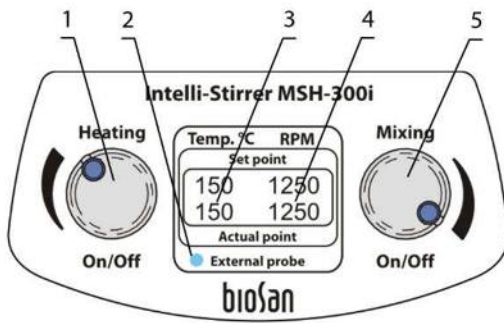

Рисунок 2. Панель управления
- Слева (рис. 2/3): температура, сверху отображается выставленная, снизу – текущая температура поверхности (или жидкости, если подключен внешний датчик);
- Справа (рис. 2/4): скорость перемешивающего элемента, сверху – выставленная, снизу – текущая.
- Установка температуры плиты. Используя рукоятку нагрева **Heating** (рис. 2/1), включите нагрев и установите требуемую температуру (линейно, в диапазоне от 30 до 330 °С). Индикатор **Actual point** начинает мигать (4 раза в секунду), пока устройство не достигнет заданной температуры.
- 5.5. Установка внешнего датчика температуры. Подсоедините датчик к разъёму на задней стороне прибора. На панели управления загорится индикатор **External probe** (рис. 2/2), это значит, что контроль температуры проводится через внешний температурный датчик. Закрепите датчик с помощью держателя на штативе SR-1. Поместите конец датчика в жидкость.
Внимание! Если индикатор **External probe** (рис. 2/2) мигает, то датчик не соприкасается с нагреваемой жидкостью и платформа достигла своей максимальной температуры в 340°C. Это может вызвать аварийную ситуацию. Опустите датчик в жидкость или выключите прибор.
- 5.6. Используя рукоятку **Mixing** (рис. 2/1), включите режим перемешивания и установите требуемую скорость.